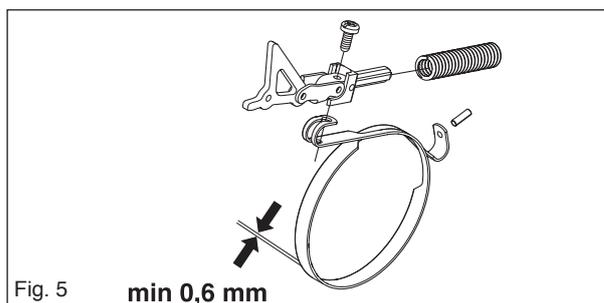
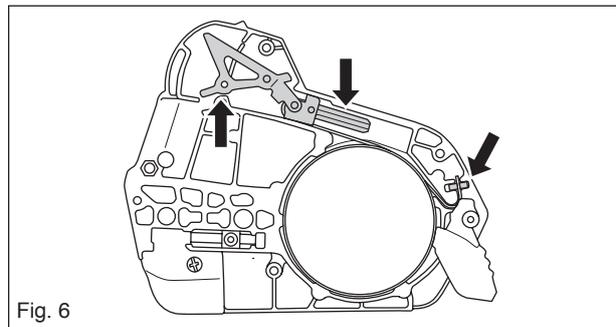

Fig. 5
Fig. 6
- Mesurer l'épaisseur de la bande de frein de chaîne. Elle ne peut être inférieure à 0,6 mm, en aucun niveau, voir figure 5.
Assembler l'articulation et la bande de frein, voir figure 5, couple de serrage 1-1,5 Nm. Placer le levier d'articulation avec la bande de frein de chaîne dans son logement dans le carter d'embrayage. Le logement du ressort dans le carter doit être graissé, voir figure 6.